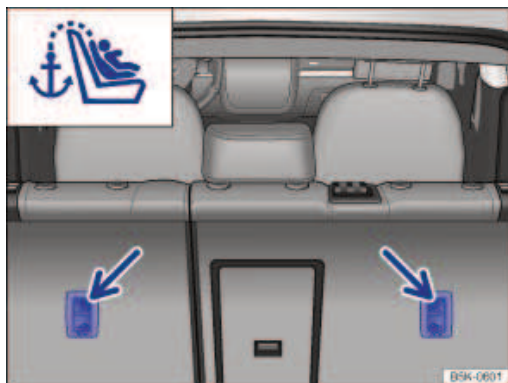

Fig. 55 Œillets de retenue pour ceinture de retenue supérieure au dos de la banquette arrière
- Glissez la ceinture de retenue supérieure du siège pour enfants vers l'arrière dans le coffre à bagages et accrochez-la dans l'œillet de retenue → *Fig. 55* portant le repère Top Tether.